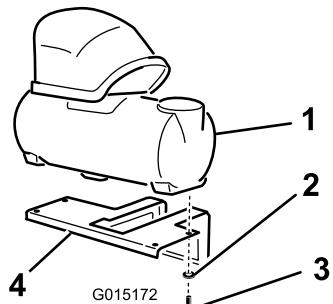

Рисунок 3
- Установите бак пенного маркера в сборе на монтажный кронштейн, как показано на Рисунок 3.